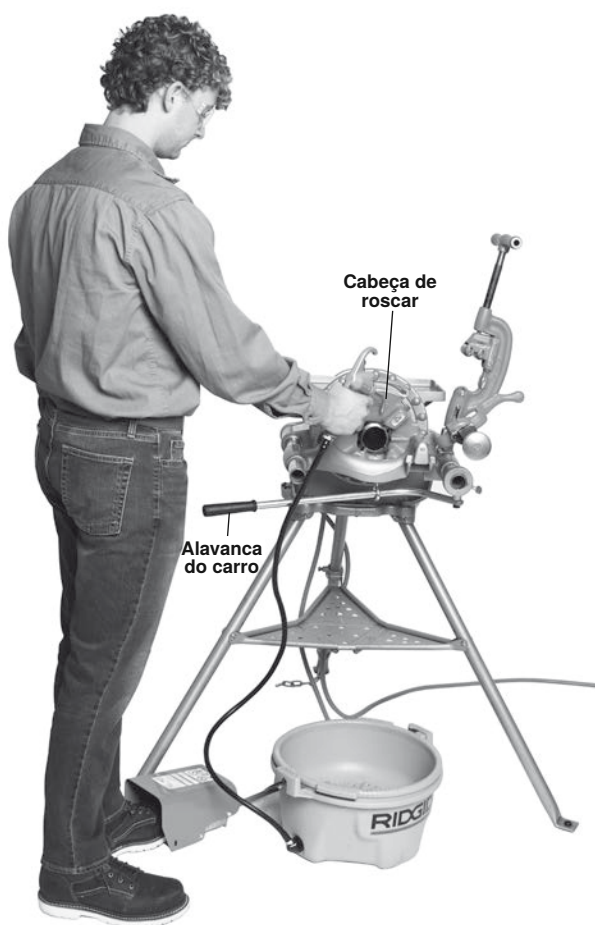

Figura 23 – Roscagem de tubos com cabeças de roscar/ posição de funcionamento correta
6. Mova a alavanca do carro para colocar a cabeça de roscar na extremidade do tubo (*figura 23*). Aplique uma ligeira força à alavanca do carro para iniciar a cabeça de roscar no tubo. Assim que a cabeça de roscar começar a roscar o tubo, não é necessária mais força na alavanca do carro.